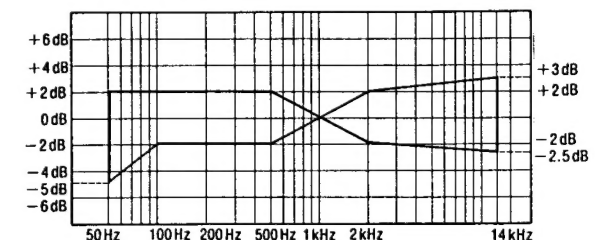

Fig. 9
- 5.Reproducir la señal grabada y asegurarse de que esté dentro de la gama mostrada en la Fig. 9 en comparación con la frecuencia de referencia (1 kHz).